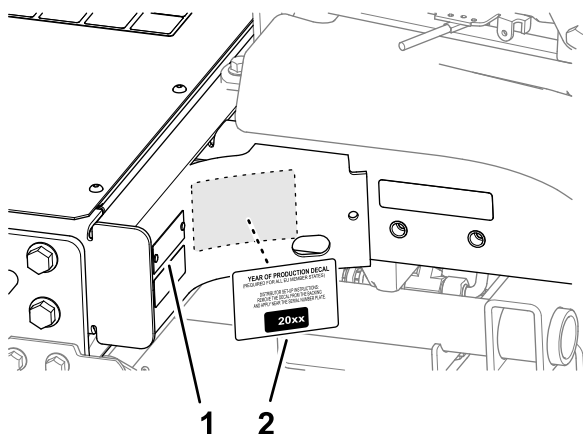

Figura 36
1. Limpie con alcohol el bastidor izquierdo junto a la placa de modelo/número de serie y deje que se seque el bastidor (Figura 36).
2. Retire el reverso de la pegatina del año de producción y péguela en el bastidor, junto a la placa del número de serie, tal y como se muestra en la Figura 36.